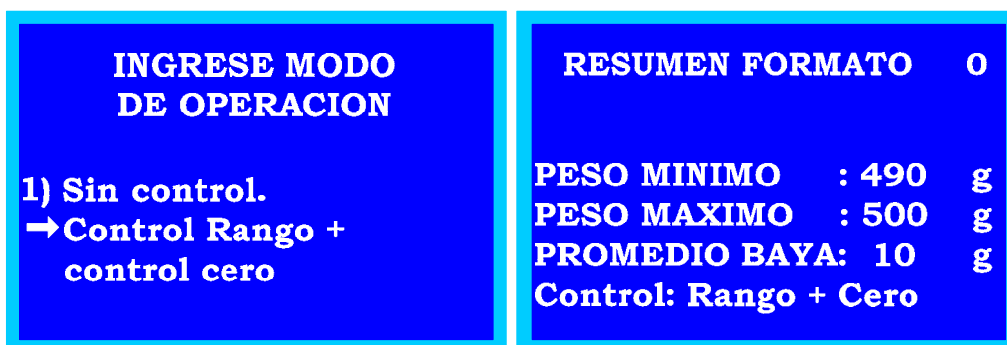

Figura 2.5: Muestra la pantalla final de la configuración con control “**rango + cero**”.
En caso de seleccionar la opción con control rango + control cero, entonces YTSscale® toma la decisión de bloquear la máquina si no se cumple con un procedimiento de llenado y retiro de la cesta. Es decir, si el operador llegó al rango de trabajo ajustado, aparecerán en pantallas las flechas laterales indicando el hecho, lo cual permite al operador retirar la cesta y cerrarla, mientras se procede a hacer ese trabajo, YTSscale® recupera el cero, es decir lleva a cero el valor de pesaje para que se vuelva a repetir el trabajo de llenado de cesta. Si por lo contrario, el operador al momento de retirar la cesta pesada, coloca instantáneamente otra, entonces YTSscale® se bloqueará, ya que no logró llevar a cero a la balanza entonces debe desbloquear la balanza ingresando su password. Existen dos tiempos que pueden hacer que YTSscale® se bloquee, uno es el tiempo que hay por defecto en recuperar el valor cero en la balanza, el cual es aproximadamente 1 (s), mientras que el tiempo de bloqueo es algo que se puede ajustar, para ajustar este tiempo refiérase a la sección “**2.2.5.4 tiempo de bloqueo**” de este capítulo. La figura 2.5 muestra la pantalla final de la configuración con control rango + control cero.
- 3.- Se desplegará una pantalla mostrando el resumen del formato guardado en la memoria que se recuperó, como se muestra en la figura 2.5 de esta sección.